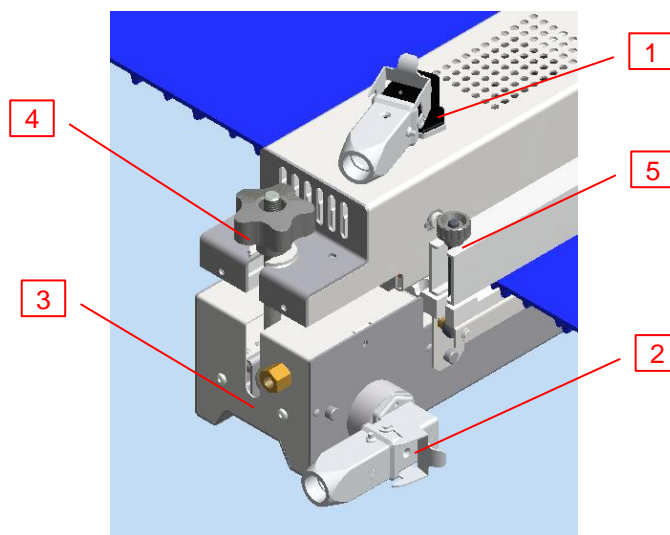

Figura 3 – Vista lato connettori
- Connettere i cavi di collegamento tra unità di regolazione PFR-101 e prensa ed assicurarsi che corrispondano alle assegnazioni piastra superiore e piastra inferiore (Figura 3, particolare 1 e 2); questo avviene seguendo i colori corrispondenti delle prese su PQ-603 e delle spine su cavi PFR-101.